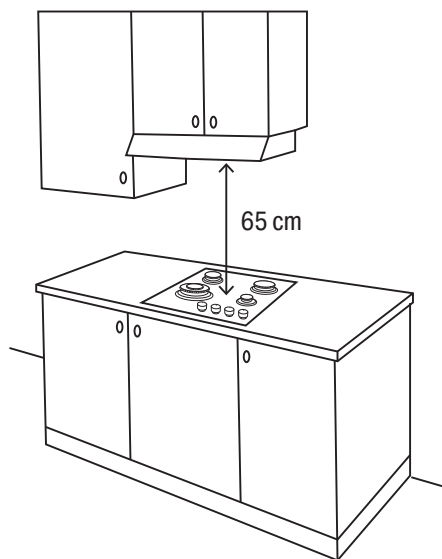

Imagen 3
- Si se cuenta con una campana de ventilación, la distancia desde la encimera hasta la parte inferior de la campana debe ser de al menos 65 cm (Ver imagen 3).